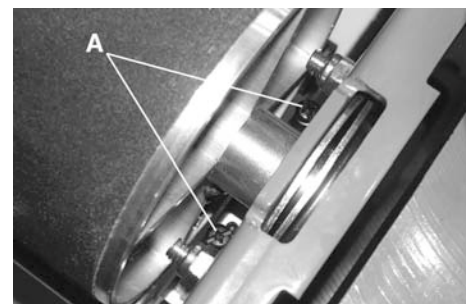

Figure 11
Déverrouillez et soulevez le couvercle de sécurité du tambour à ponçage. Ajustez les vis d'ajustement à tête bombée (A) Fig.11 aux deux bouts du tambour. Tournez-les dans le sens horaire pour augmenter la tension à ressort et tournez-les dans le sens anti-horaire pour réduire la tension à ressort.